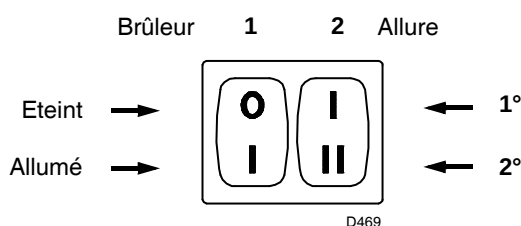

Fig. 19
- Faire démarrer le brûleur en fermant les télécommandes et en plaçant l'interrupteur 1)(Fig. 19) sur la position "ALLUME".
- Lorsque le fioul déborde de la vis 4) ou 8), la pompe est amorcée. Refermer le brûleur: interrupteur 1)(Fig. 19) sur "ETEINT" et serrer la vis 4) ou 8).